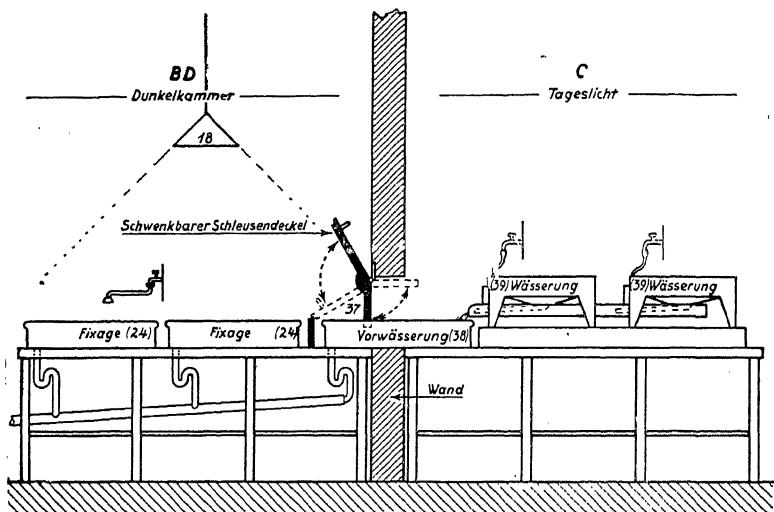
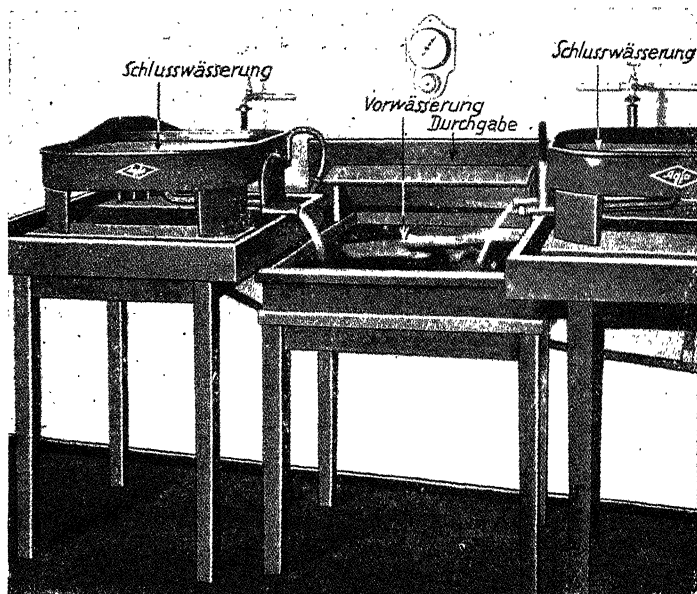

Abb. 128. Positivfixage und Wässerung
Abb. 129. Positivvor- und -schlußwässerung (37, 38, 39, 9)
sowie die genaue Position dieser Anlage (37, 38) ersichtlich. Das Vorwässerungsbecken reicht nur 30 cm weit in die Dunkelkammer hinein, 60 cm des Beckens befinden sich im Tageslichtraum. Der in der Dunkelkammer befindliche Teil wird durch eine Holzumkleidung und einen Schwenckdeckel lichtsicher abgeschlossen. Die Übergänge von einem Becken zum anderen werden am besten mit einem Bleistreifen überbrückt, damit kein Fixierbad zwischen die Becken tropfen kann. Die Holzumkleidung ist an den gefährdeten Stellen durch einen Anstrich mit heißem Paraffin gegen die Einwirkungen des Fixierbades geschützt. Der Schwenckdeckel (siehe Zeichnung Abb. 128) ist so konstruiert, daß von der Seite des Tageslichtraumes das weiße Licht durch einen genügend lichtsicheren Gegendeckel abgefangen wird, wenn man die Durchgabe in der Dunkelkammer öffnet.
Die Positivhauptwässerung (39) schließt sich an die Vorwässerung an. Die dafür geschaffene Agfa-Positivwässerungswanne (siehe Abb. 129 u. Abb. 130) wurde auf Grund jahrzehntelanger Erfahrungen nach ganz bestimmten Gesichtspunkten entworfen. Größter Wert wurde auf hohe Leistungsfähigkeit, geringe Raumbeanspruchung und ein ausgewähltes, chemisch unangreifbares Material gelegt. Mäßiger Wasserverbrauch, geringe Wassertiefe, ausreichende Bewegung, Sandabscheidung und selbsttätige Regelung des Wasserabflusses unter Berücksichtigung des spezifisch schwereren fixiernatronhaltigen Abwassers sind die weiteren Merkmale dieser Wanne.
Das Abwasser beider Wannen wird in der Vorwässerung (38) nochmals verwertet. Je nach den Raumverhältnissen können die beiden Wannen rechts und links neben das Vorwässerungsbecken (siehe Abb. 129) oder aber, wie aus der Zeichnung Abb. 128 ersichtlich, hintereinander gestellt werden. Das.